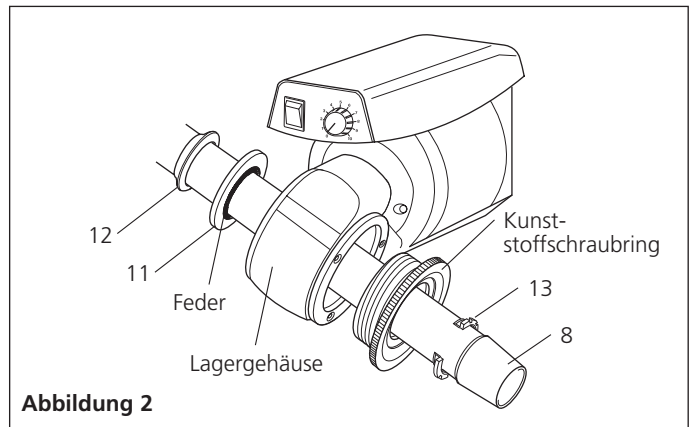

Abbildung 2
3. Das glatte Ende des Brüdenrohrs (8) durch die rechte Motorseite führen und so weit einschieben bis sie fest hinter dem Federstahlring sitzt. Der konische Anschluss muss sich rechts vom Motor befinden (bei Ansicht von vorne).
4. Hauptdichtung (11) und Zweitdichtung (12) für das Vakuum auf das glatte Ende des Brüdenrohrs (links) aufsetzen und nach unten schieben bis beide im Lagergehäuse sitzen. Dabei ist unbedingt auf die richtige Reihenfolge zu achten. Die Hauptdichtung muss am Lagergehäuse anschließen (siehe Abb.2).
5. Den Haltering (13) auf die Anschlussseite des Brüdenrohrs (rechts) aufsetzen und so weit aufschieben bis er in die Kunststoffbüchse einrastet (Abb. 2).